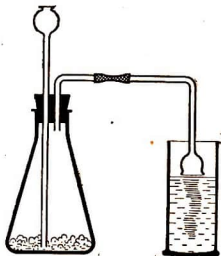

Abb. 6.
1. *In einem Gasentwickler wirkt konz. Schwefelsäure (Vorsicht!) auf Kochsalz ein (Abb. 6). Den entweichenden Chlorwasserstoff leitet man auf (!) Wasser. Die entstehende Salzsäure sinkt dabei in Schlieren zu Boden.*